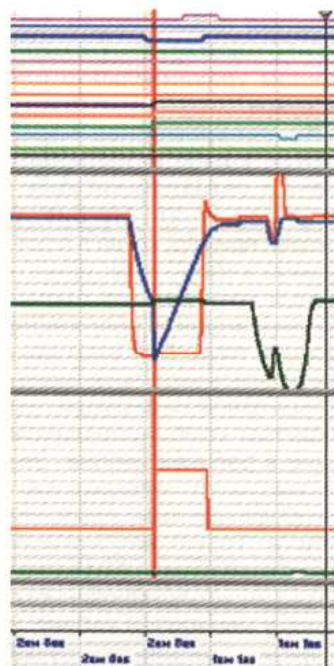

Рис. 4. Раннее открытие комбинированного крана в рабочей кабине управления
**Раннее открытие комбинированного крана в рабочей кабине управления.** На рис. 4 демонстрируется пример записи открытия машинистом комбинированного крана в рабочей кабине, когда уравнительный резервуар зарядился до давления менее  $5,0 \text{ кгс/см}^2$ . Машинист не сле-